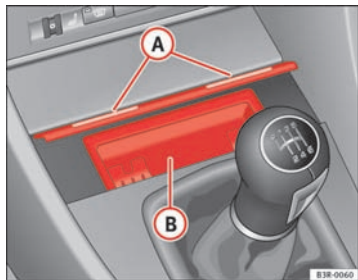

Fig. 133 Console centrale : cendrier ouvert
- Appuyez légèrement sur la moulure avant du cendrier **(A)** ⇒ fig. 133.
- Saisissez le boîtier du cendrier **(B)** ⇒ fig. 133 par les échancrures latérales et sortez-le en le tirant vers le haut.